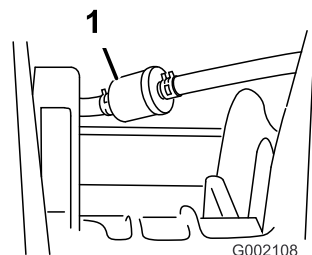

Figura 39
5. Retire las abrazaderas que sujetan el filtro de combustible a los tubos de combustible (Figura 39).